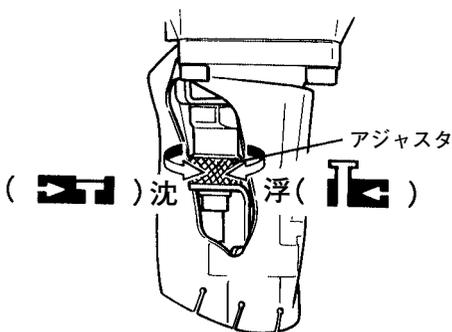

図 16
(1) アジャスタの調整 (図 16)
- 試し打ちし、釘が沈みすぎるときはアジャスタを浮く方(マーク ) に回します。釘の頭が浮くときはアジャスタを沈む方(マーク ) に回します(図 16, 17)。アジャスタは 1 回カチッと回るときに 0.5 mm 移動します。